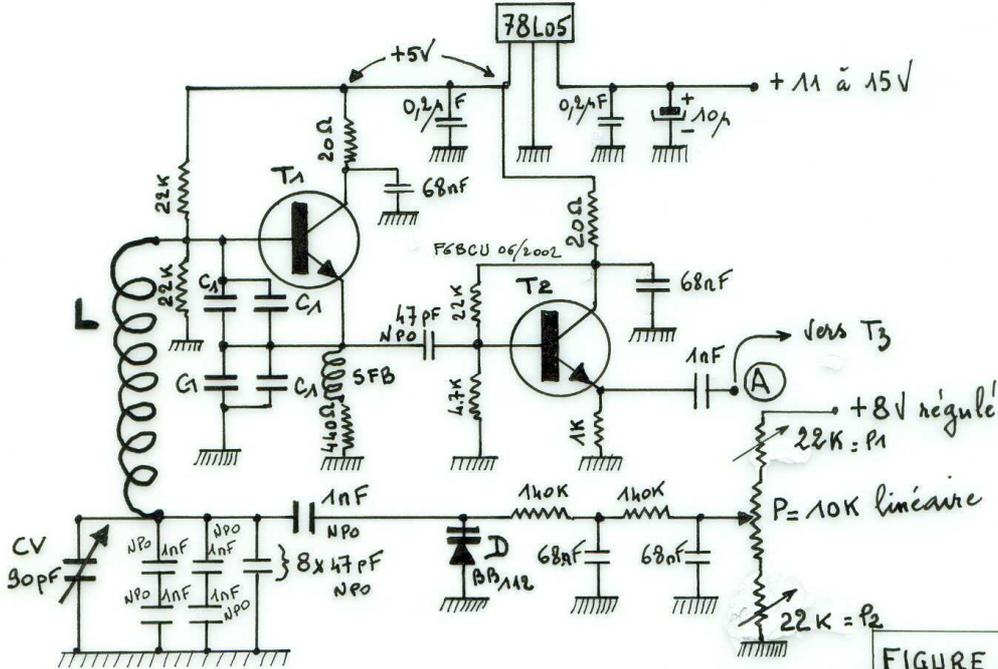

FIGURE : 3
**Les schémas** figures 3 et 4
#### DÉTAIL des COMPOSANTS (Figure 3)
#### **DÉTAIL des COMPOSANTS (Figure 3)**